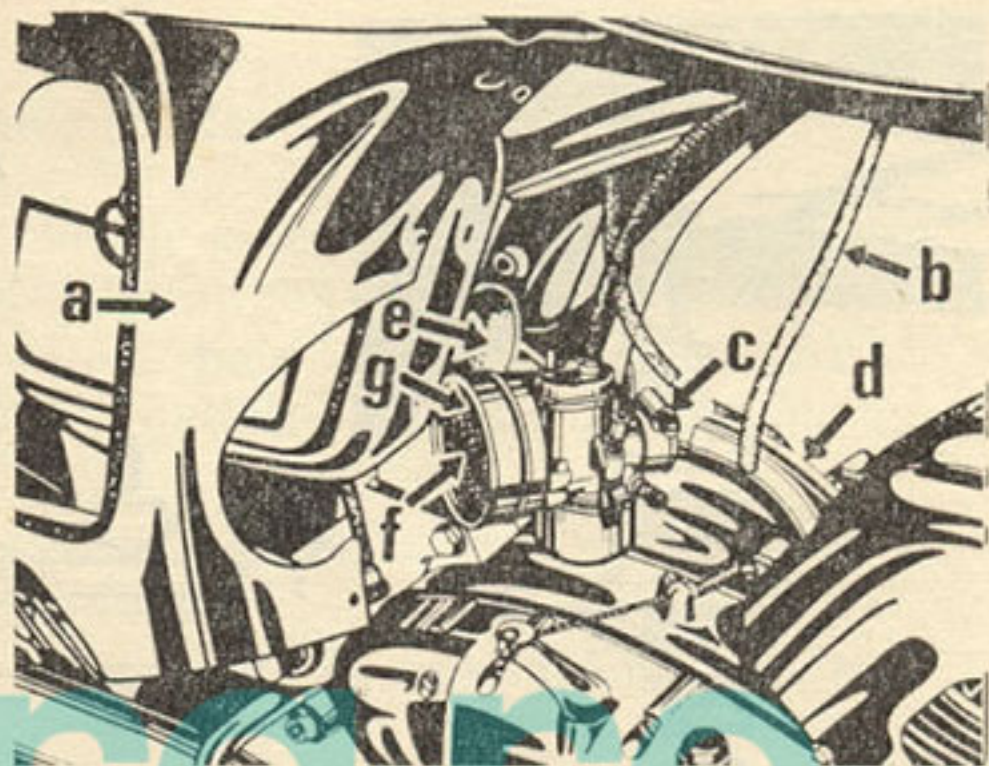

Fig. 36
1. Îndepărtați capota motor dreapta „a” din fig. 36.